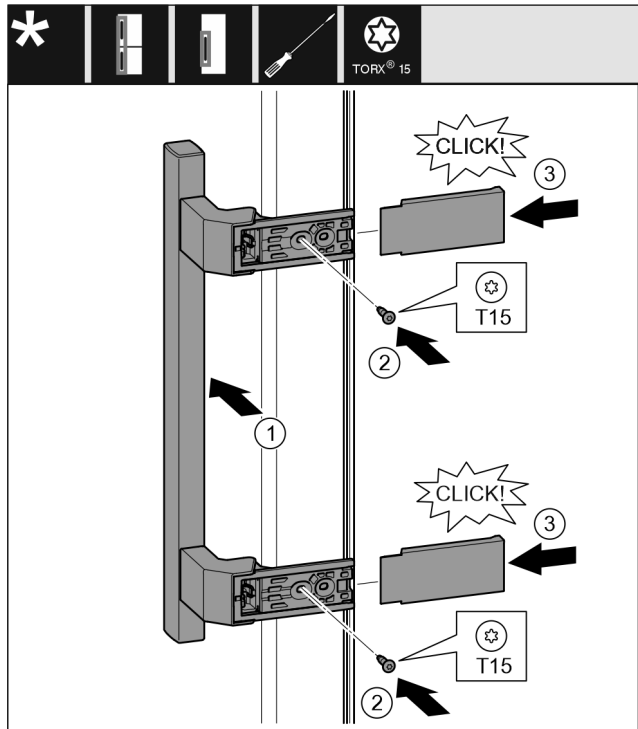

Fig. 15
- Ročaj namestite na nasprotno stran. Fig. 15 (1)
- Trdno privijte vijake z izvijačem T15. Fig. 15 (2)
- Pokrove pristavite ob strani in potisnite gor. Fig. 15 (3)